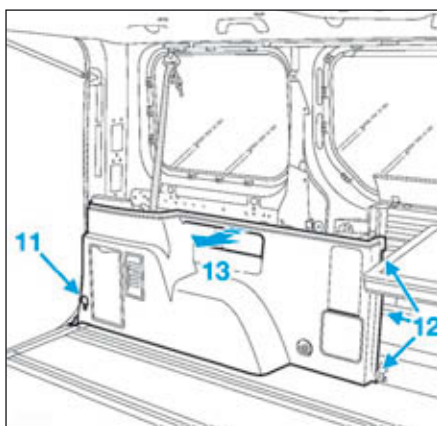

FIG.47
- Déposer (Fig.47) :
- la vis (11) de l'anneau d'arrimage,
- Décoller en (12) (ruban double face) la garniture inférieure.
- Déclipper la garniture inférieure (13).